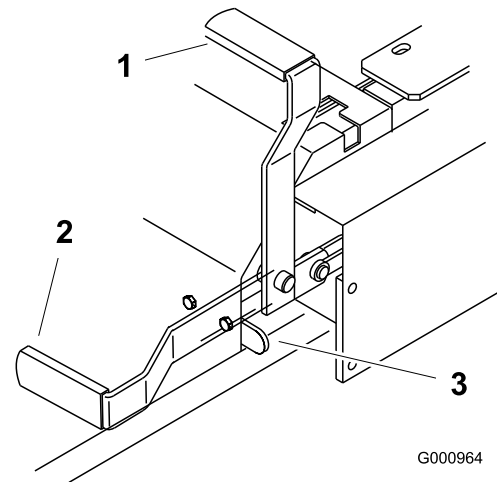

Figura 13
2. Tire de la palanca del freno de estacionamiento hacia arriba y hacia atrás para poner dicho freno (Figura 13). La palanca del freno de estacionamiento debe permanecer firmemente en esa posición.
Empuje hacia adelante y hacia abajo la palanca del freno de estacionamiento para quitar dicho freno (Figura 13). El freno de estacionamiento queda quitado y la palanca descansará en el tope del freno.